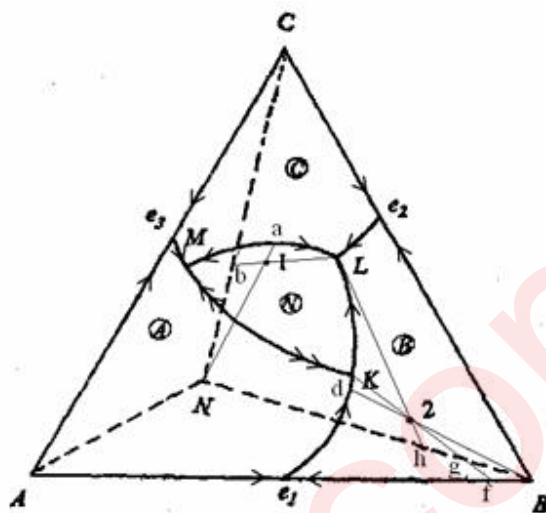

图6-12
6-24图6-12所示为生成一个三元化合物的三元系统相图。(1) 判断三元化合物N的性质；(2) 标出界线上的温降方向(转熔界线用双箭头)；(3) 指出无变量点K、L、M的性质，并写出相平衡方程；(4) 分析点1、2的结晶过程，写出结晶过程的相平衡表达式。